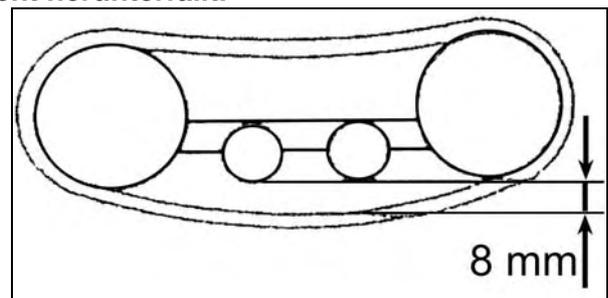

Abb. 27
3. Drehen Sie die Einstellschraube um das Spiel zwischen Kette und Antriebsrad einzustellen: 8 mm (Abb. 27).
4. Nach der Einstellung muss die Mutter (A) wieder fest angezogen werden.